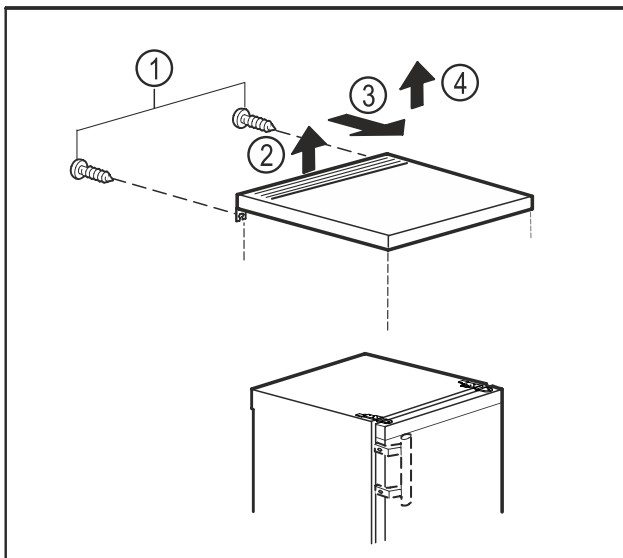

Fig. 10
- ▶ Odstráňte skrutky na zadnej strane. Fig. 10 (1)
- ▶ Zdvihnite dosku stola vzadu. Fig. 10 (2)
- ▶ Posuňte dosku stola nahor. Fig. 10 (3)
- ▶ Odoberte dosku stola nahor. Fig. 10 (4)